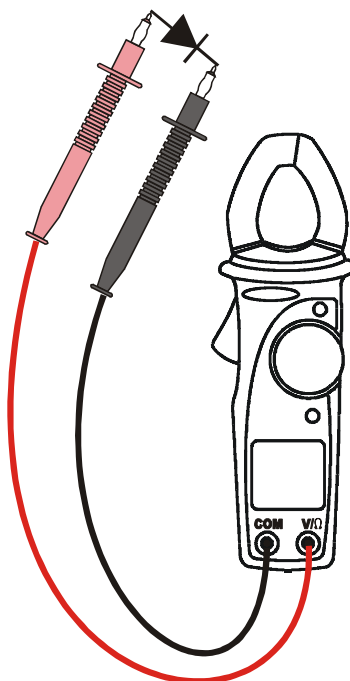

Fig. 9: Uso del instrumento en la medida de prueba diodes
2. Conecte las dos puntas de prueba en los terminales de la pinza, la roja en el terminal V/ $\Omega$  y la negra en el terminal COM, como visualizado en Fig. 9.